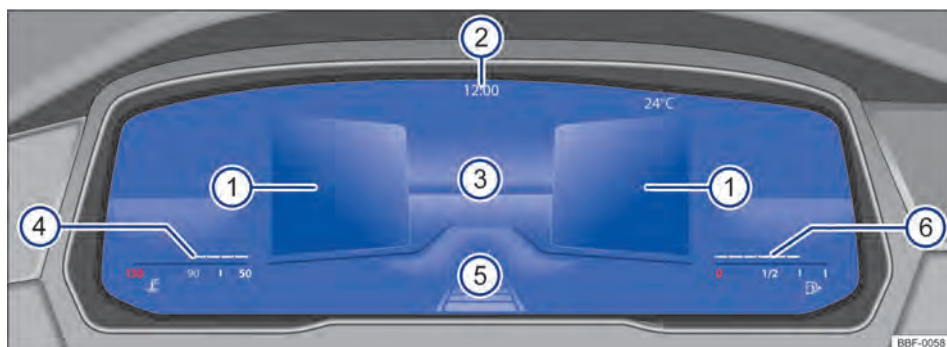

Fig. 12 Active Info Display (variante 2) no painel de instrumentos.
Explicações sobre os instrumentos → Fig. 12:
A exibição principal → Fig. 12 ③ pode ser alterada pressionando o botão **(View)** no volante multifunções. A representação na área de indicação pode exibir as seguintes vistas:
- **Resumo:** após o encerramento da prontidão para condução: exibição de informações sobre o status do veículo nas áreas ①, por exemplo, posição do hodômetro total.